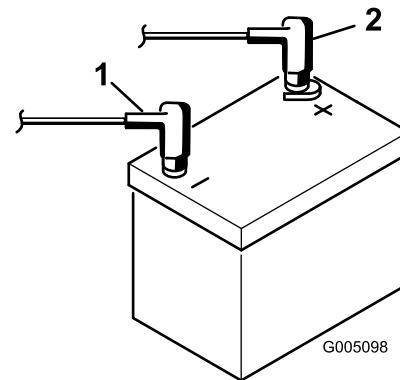

Figura 7
8. Conecte el cable positivo (rojo) al borne positivo (+) y el cable negativo (negro) al borne negativo (–) de la batería y sujetelos usando los pernos y las tuercas (Figura 7). Deslice la cubierta de goma sobre el terminal positivo para evitar posibles cortocircuitos eléctricos.